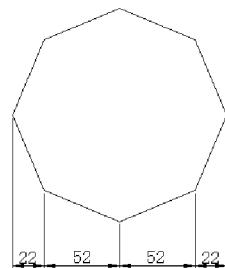

图 3.26 连续标注效果
① 连续(C):默认的快速标注是连续式标注,所以不用选择任何选项即可完成连续标注。连续标注效果如图 3.26 所示。